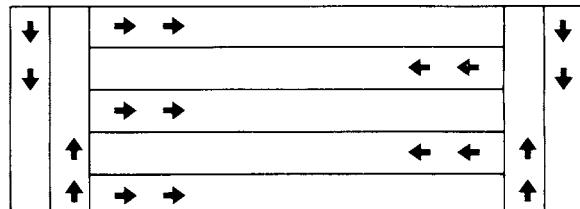

FIGURE 25
- Pour faciliter au mieux l'application, appliquer d'abord le matériau aux deux extrémités de la zone. Deux ou trois passes de chaque côté sont suffisantes. Ensuite, appliquer le matériau en mouvement de va-et-vient comme indiqué. Utiliser les zones d'extrémité pour tourner, en arrêtant la répandeuse lorsqu'on entre dans les zones d'extrémité et en la remettant en marche lorsqu'on en sort pour effectuer la passe suivante. Voir la figure 25.